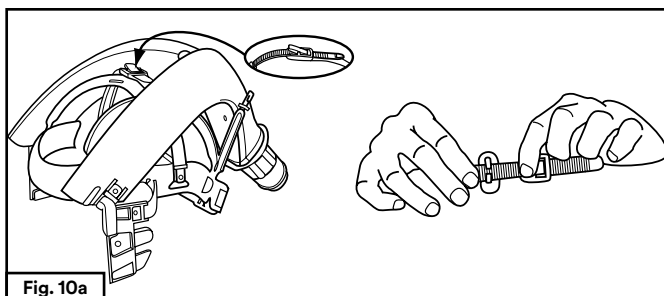

Fig. 10a
- Ajuster la coiffe S-950 au besoin pour obtenir un ajustement confortable (Fig. 10a et 10b). Une mentonnière optionnelle (S-958) est offerte pour plus de confort et de stabilité. Consulter la section *Pièces de remplacements et accessoires* de ces directives d'utilisation pour obtenir de plus amples renseignements.